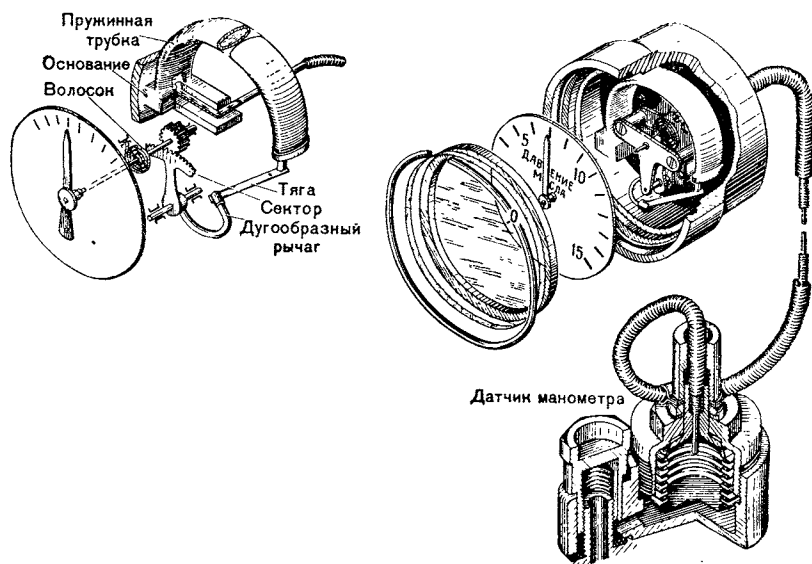

Рис. 134. Масляный манометр
**Манометр** (рис. 134) дистанционный жидкостной служит для контроля давления масла, поступающего в двигатель. Он состоит из датчика, трубопровода (капилляра), заполненного специальной жидкостью, и механизма (приемника) с градуированной шкалой и стрелкой. Каждое деление шкалы соответствует давлению  $1 \text{ кг/см}^2$ .